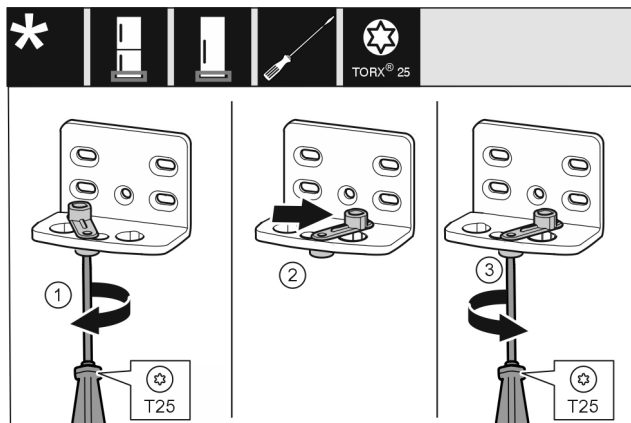

Fig. 16
- ▶ С отвертка завийте хлабаво винта Fig. 16 (1).
- ▶ Повдигнете помощното приспособление за затваряне Fig. 16 (2) на вратата и го завийте в отвора с 90° надясно.
- ▶ С отвертка затегнете винта Fig. 16 (3).